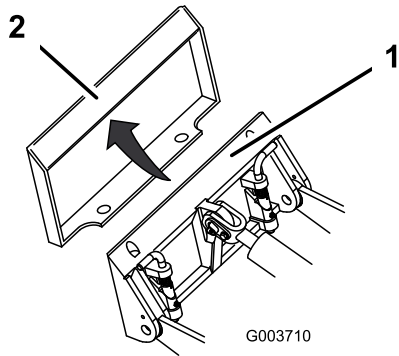

Figure 4
4. Insérez la plaque de montage dans le bord supérieur de la plaque réceptrice de l'accessoire (Figure 4).